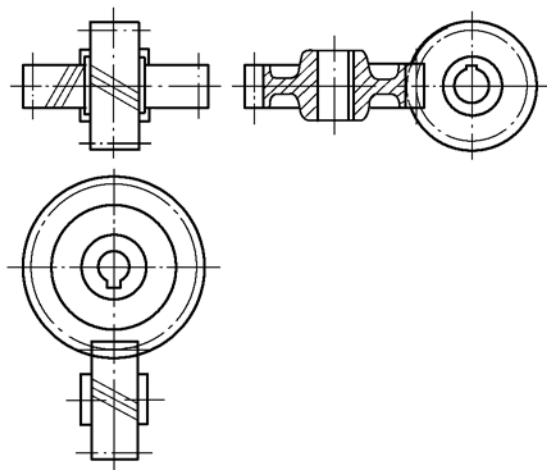
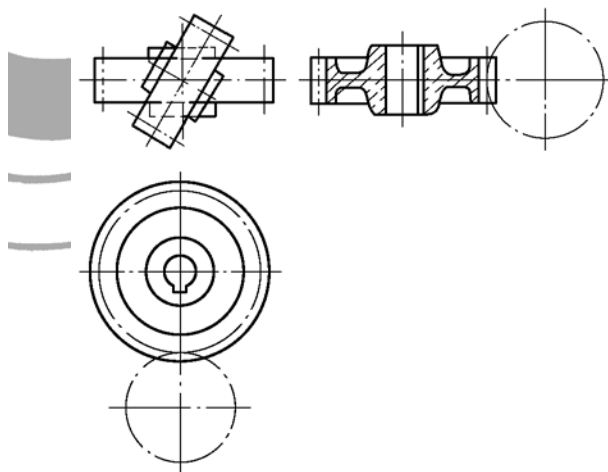

图 19 轴线垂直交错的螺旋齿轮副的啮合画法
图 20 轴线不垂直交错的螺旋齿轮副的啮合画法
4.4 在剖视图中, 当剖切平面不通过啮合齿轮的轴线时, 齿轮一律按不剖绘制(图 19)。
4.6 螺旋齿轮啮合的画法见图 19、图 20。